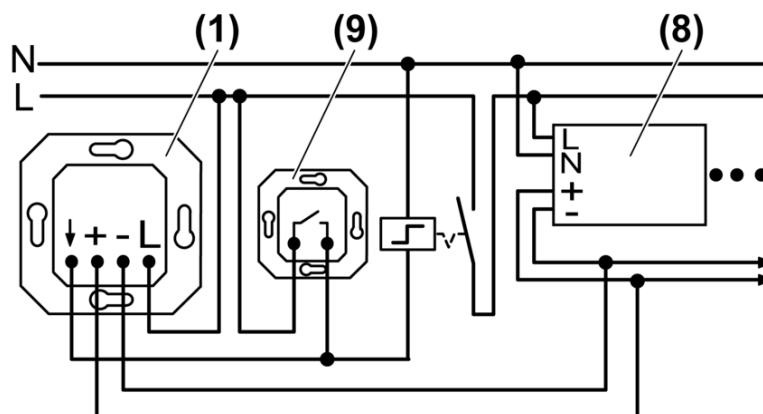

Рис. 5: Схема подключения потенциометра с функцией кнопочного выключателя и дополнительным устройством вспомогательной зоны
- Установите минимальную яркость (Рис.5).